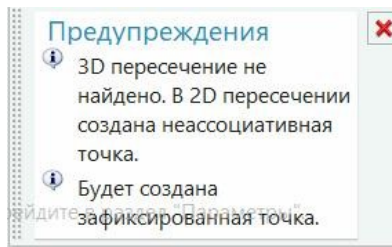

рис.52
- Если кривые не пересекаются, то справа, внизу появится сообщение рис.52. Точка будет построена на одной из непересекающихся кривых, но в области возможного пересечения.